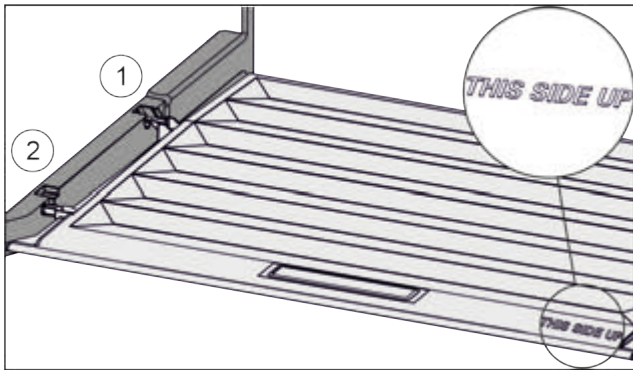

Fig. 46
- ▶ Вставити поперечні ребра через отвір заднього тримача Fig. 46 (1) і зафіксувати спереду у тримачі Fig. 46 (2).